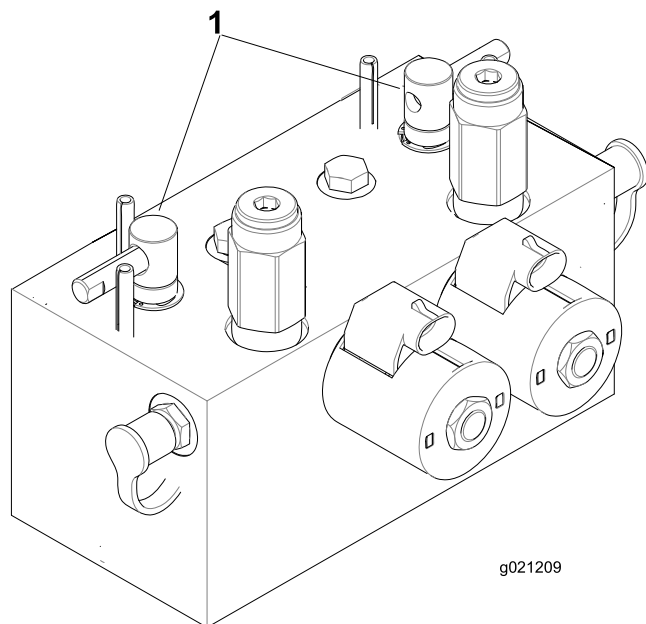

Figura 77
2. Sbloccate il sedile ed alzate per esporre le leve di lappatura (Figura 77).
5. Selezionate le leve di lappatura anteriore, posteriore o entrambe per stabilire gli elementi da lappare (Figura 77).